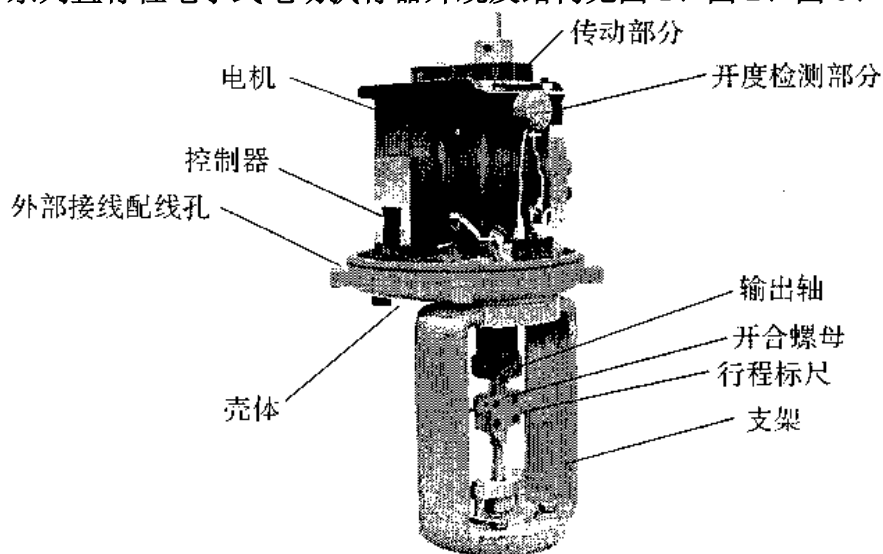
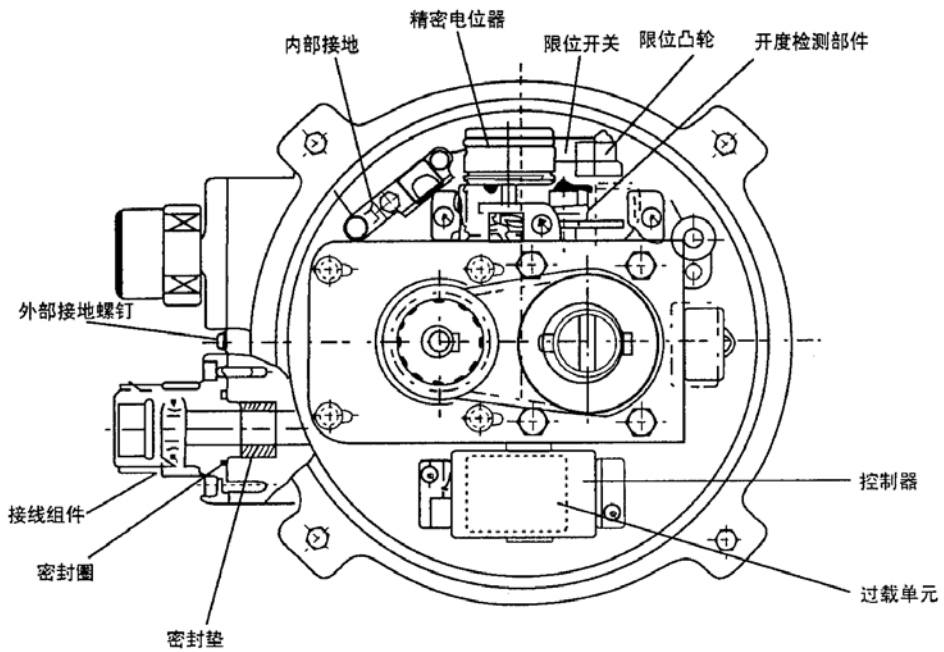
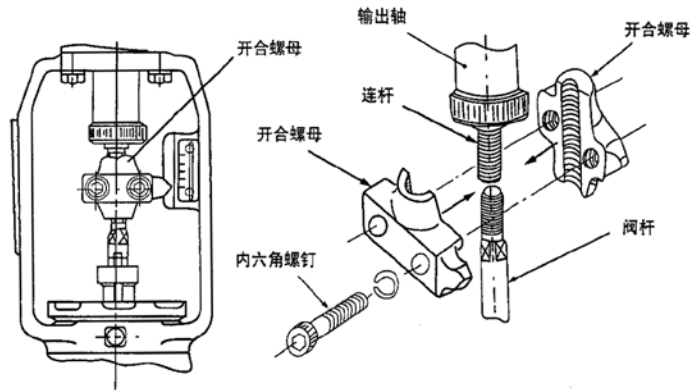

图1 执行器外观
图4 381LXA、381LXB、381LXC执行器
图5 执行器输出轴和阀杆连接
3810L 系列直行程电子式电动执行器外观及结构见图 1、图 2、图 3、图 4 和图 5。
4.4 联结机构：通过支架将执行器和被控阀门联结，并由开合螺母将执行器输出轴和阀杆连接，开合螺母上带有指针，支架上有标尺，可指示输出轴（或阀杆）的位移（见图5）。
见图 7 和图 5，调整时应先进行零位调整，即输出轴位于下端（阀芯关闭）时的位置调整，然后进行行程调整，即输出轴位于上端（阀芯开启）时的位置调整，因为零位调整时将会同时改变输出轴的上端位置，而行程调整时，不会改变已调整好的“零位”，所以，**应先进行零位调整然后进行行程调整**。顺时针旋转“零位”调整电位器，输出轴上升；逆时针旋转，则输出轴下降。顺时针旋转“行程”调整电位器，行程扩大；逆时针旋转，则行程缩小。